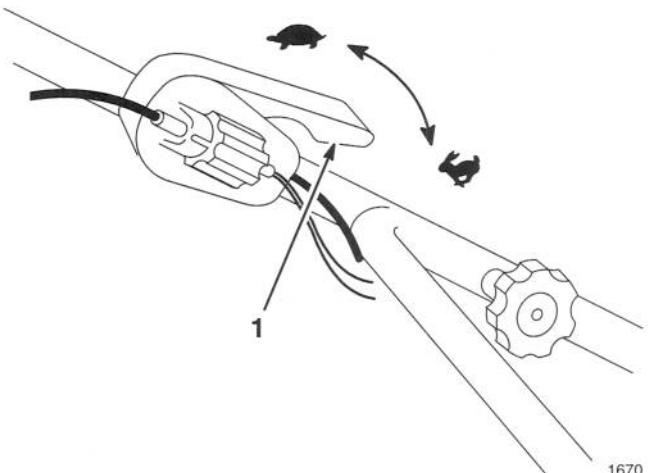

Figure 6
1. Placer la manette des gaz sur la position FAST (Fig. 6).